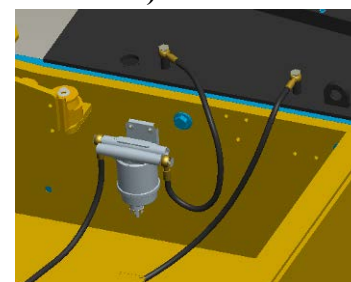

Рис. 3-21
3.4.5.1 Замена топливного фильтра (Рис.3-21)
Топливный фильтр показан на Рис. 3-21.